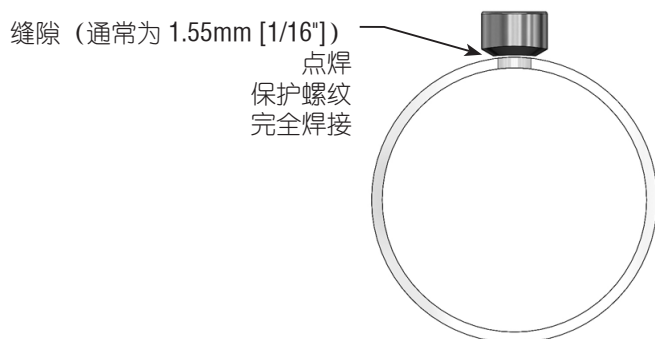

图 3.焊接缝隙
- 确保正确的焊接缝隙（通常为 1.5mm [1/16"]），通过点焊将下法兰座固定到位（如图 3 所示）。